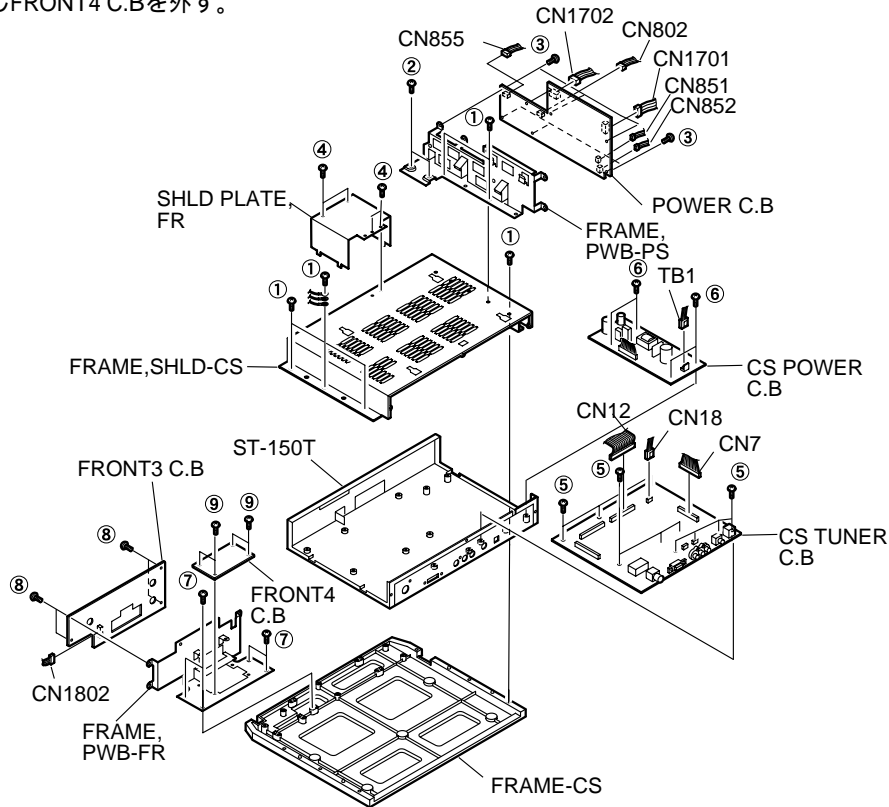

Fig. 6-1
6. CS TUNER C.B、CS POWER C.B、POWER C.B、SS C.Bの外し方 (Fig.6-1参照)